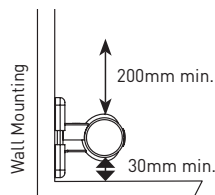

Fig.4
- Respecter les écarts minimaux requis en dessous et au-dessus de l'appareil de chauffage comme sur la [Fig. 4].